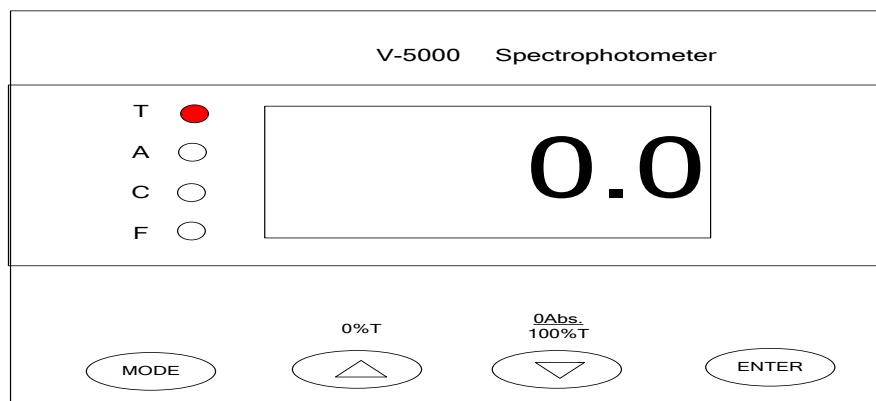

Fig.1-6
- a. Para configurar o zero. Funciona somente no modo **T**. Insira o Bloco Preto no suporte de cubeta, feche a tampa do compartimento para amostras e posicione-o na trajetória da luz. Pressione esta tecla e ela exibirá 0.0. (Fig.1-6)